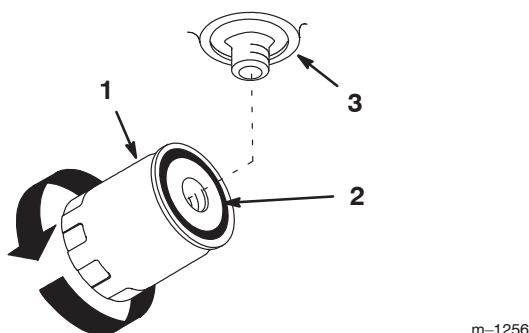

Figure 42
4. Appliquez une fine couche de liquide hydraulique sur le joint en caoutchouc du filtre de rechange (Fig. 42).
7. Tournez le filtre dans le sens horaire jusqu'à ce que le joint en caoutchouc touche l'adaptateur, puis donnez 1/2 tour supplémentaire (Fig. 42).